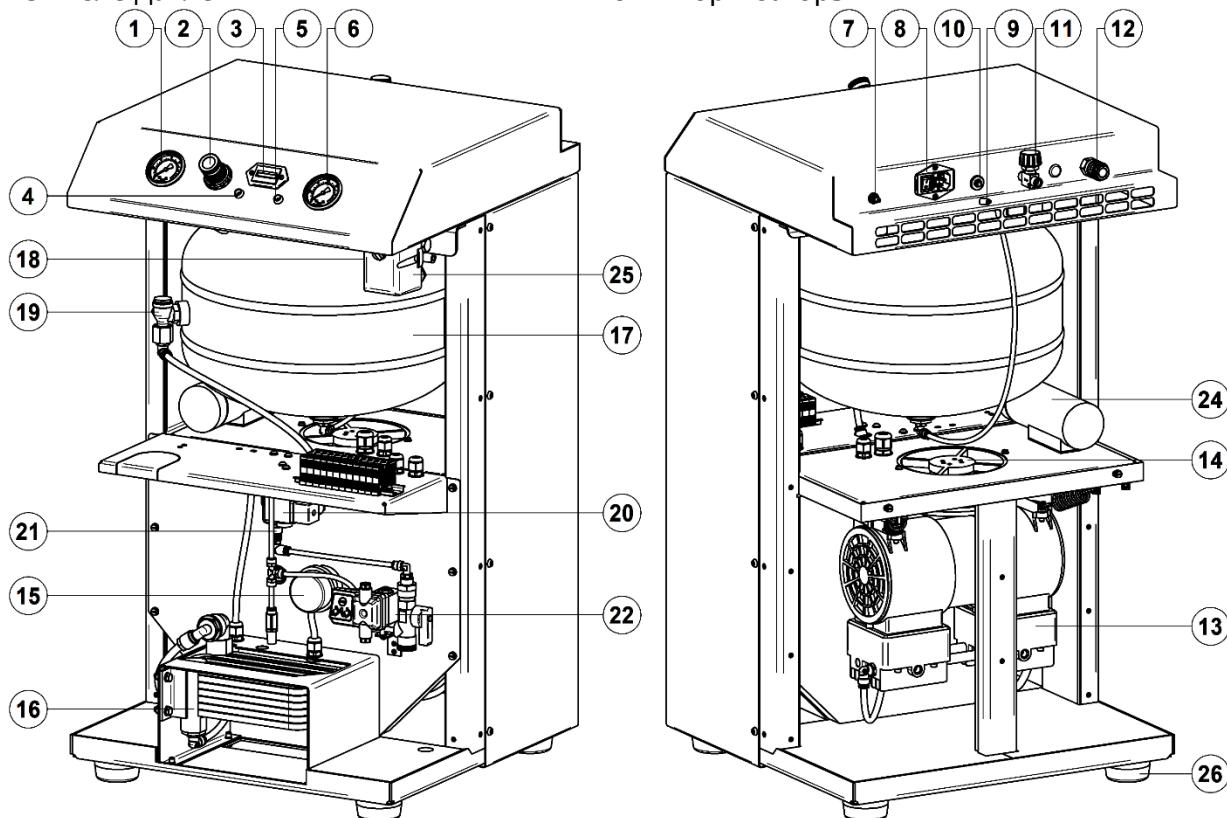

Рисунок 6 - Общий вид компрессора
- Выверните фильтр 15 (рис. 6, 7);